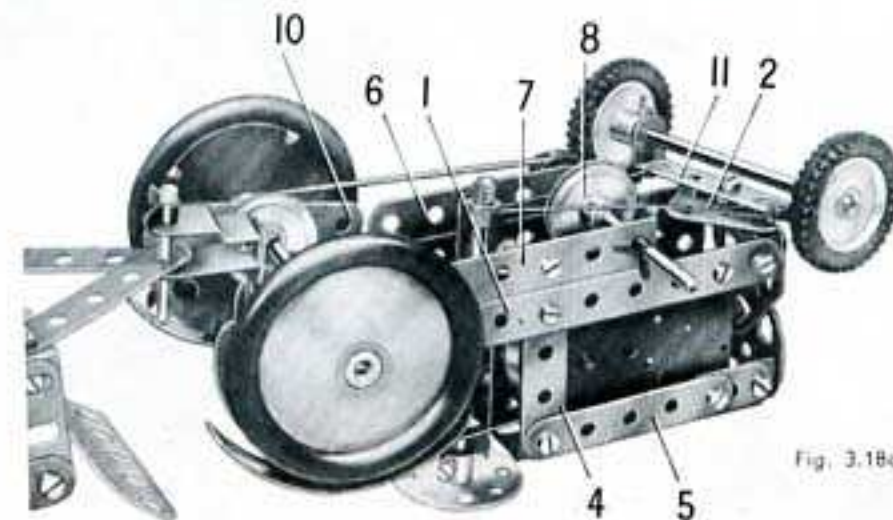

Fig. 3.18a
Chaque côté du châssis du tracteur est constitué par une bande de 11 trous (1). Ces bandes sont réunies à l'avant par une embase triangulée coudée (2) vissée sur des équerres, et à l'arrière par une bande de 5 trous (3), également fixée sur des équerres. Deux embases triangulées plates, boulonnées ensemble, sont fixées sur le rebord de l'embase triangulée coudée (2). Une bande de 5 trous (4) est fixée sur chacune des bandes (1). Les extrémités supérieures des bandes (4) sont réunies à des bandes de 5 trous (5) prolongées par des supports plats. Les bandes (5) sont reliées au radiateur par des équerres. Un moteur Magic est boulonné directement sur l'une des bandes (fig. 3.18a). Le dessus du capot est constitué par deux plaques flexibles de 6 x 4 cm. fixées sur des équerres boulonnées aux bandes (4). Une bande de 5 trous (6) et une bande coudée de 60 x 12 mm. (7) sont boulonnées aux extrémités inférieures des bandes (4) ; elles soutiennent une tringle de 9 cm. qui est munie d'une poulie de 25 mm. (8) reliée par une courroie de transmission à la poulie du moteur ; la tringle porte également une poulie de 12 mm. (9) qui entraîne une poulie de 25 mm. montée sur l'essieu arrière. La poulie de 12 mm. est fournie avec le moteur Magic. L'essieu arrière est une tringle de 10 cm. qui passe dans des plaques semi-circulaires (10) fixées aux derniers trous de la bande (3) par des équerres renversées.